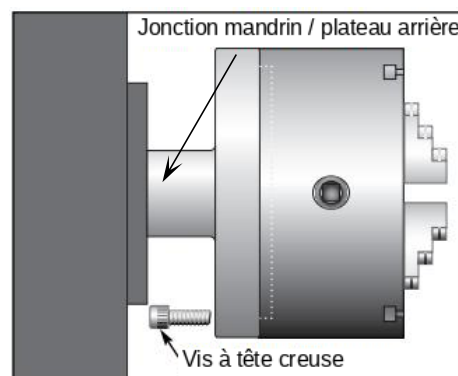

Figure 5
2. Repérez les 3 vis à tête cylindrique à six pans creux à l'arrière du plateau et retirez-en 2. Voir la **Figure 5**.
Lorsque vous utilisez une pointe, le fourreau de la contre-poupée doit dépasser d'environ ½ po et d'au plus 1½ po du corps de la contre-poupée. Voir la **Figure 5**.